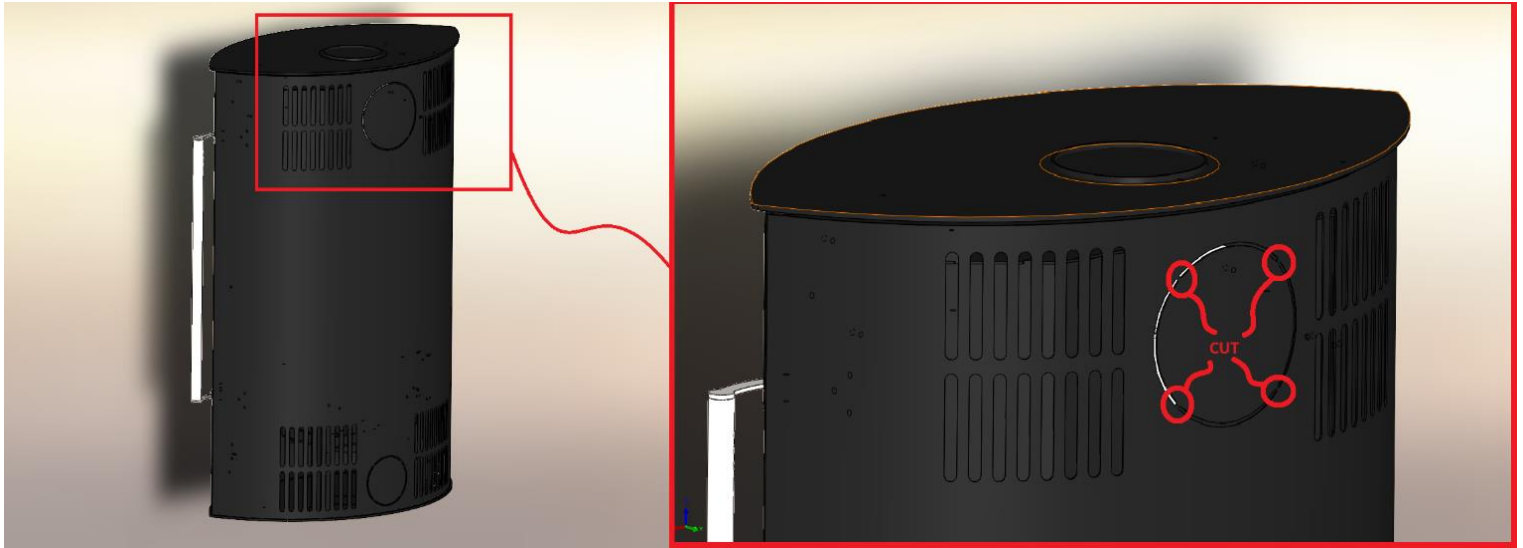

Figura 1 Taglio delle microgiunture sul retro
2. Figura 1 Taglio delle microgiunture sul retro del camino	Pagina 5
Durante l'installazione del camino è necessario rispettare le normative locali relative a questo tipo di apparecchi. Si consiglia di consultare il camino/fumista competente. I camini vengono consegnati su pallet di trasporto, predisposti per il collegamento del camino verso l'alto. Se il collegamento del camino deve avvenire posteriormente, il condotto dei fumi deve essere spostato al collegamento posteriore e il coperchio dei fumi posizionato sul collegamento superiore (Figura 1 e 2).